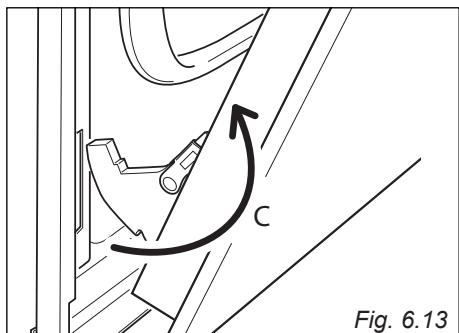

Fig. 6.13
- Retirez les crochets de charnière de leur emplacement en suivant la flèche "C" (fig. 6.13).